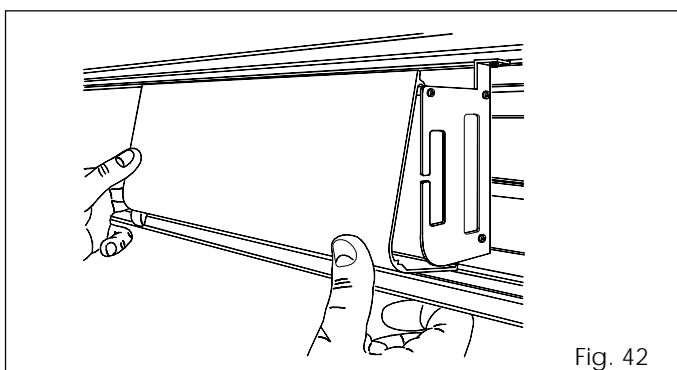

Fig. 42
- Pour le remonter, l'accrocher sur la partie supérieure et appuyer d'après la fig. 42.